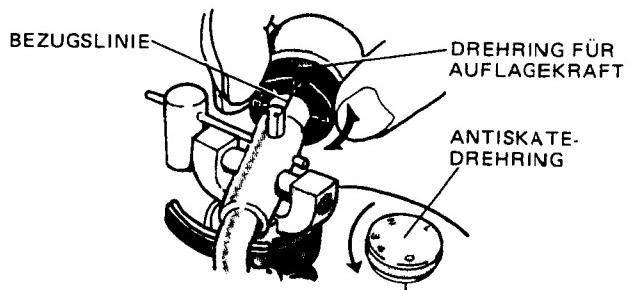

Abb. 14
1. Den Antiskating-Knopf (ANTI-SKATE) auf Null ("0") stellen (Abb. 14).
- Bei horizontal ausbalanciertem Tonarm ist die Abtastkraft gleich Null. Drehen Sie daher den Drehring für Auflagekraft vorn auf dem Gegengewicht, so daß der Nullwert der Skala auf die Bezugslinie des Gegengewichtshafts weist (Abb. 14).